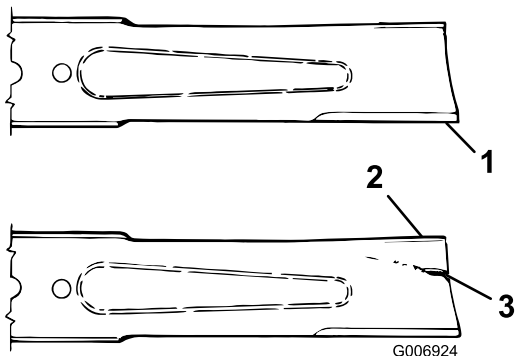

Рисунок 72
2. Осторожно проверьте режущие кромки ножей, особенно в точке соединения плоской и изогнутой частей ножа (Рисунок 72). Проверяйте ножи перед эксплуатацией машины, поскольку песок и абразивный материал могут стачивать металл между плоской и изогнутой частями ножа. При обнаружении износа (Рисунок 72) замените нож; см. раздел «Снятие режущего ножа».
Если вы допустите износ ножа, то между полотном и плоской частью ножа образуется бороздка (Рисунок 72). Часть ножа может случайно отломиться и вылететь из-под корпуса, возможно, нанеся тяжелую травму оператору или находящимся рядом людям.